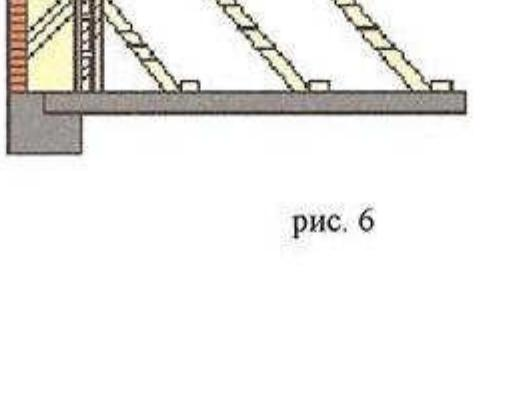

рис. 5
11. Заливаются балки и перекрытие тяжелым бетоном за один прием (рис.5), ВСЕ ЭТАЖ ГОТОВ.